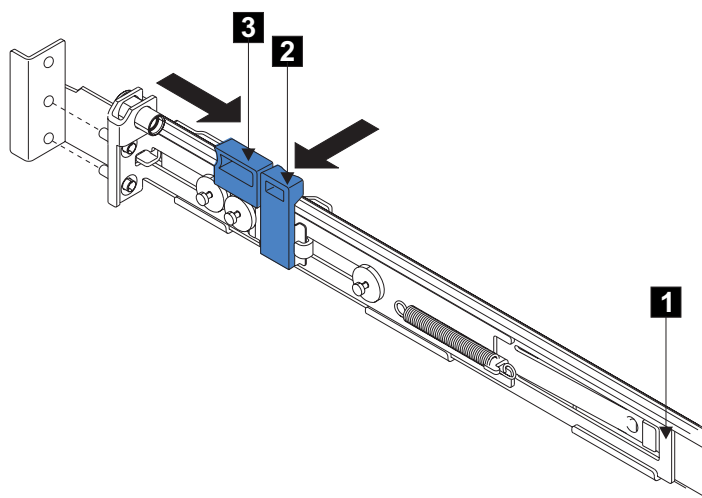

図 40. 後部のラッチ・ロック・キャリア・アセンブリーを開く
5. 後部レール・ブラケット **1** (図 40) を、止まるまでレールの前面に向かって押します。これで、レールはその一番短い長さに調整されます。